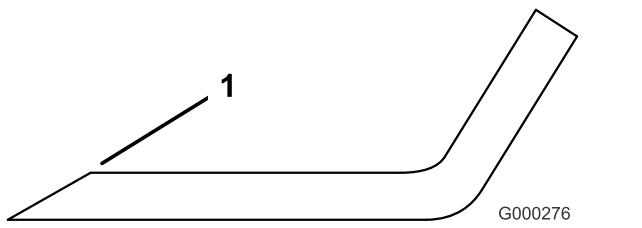

Figura 29
3. Esaminate i taglienti di tutte le lame, e affilateli se fossero ottusi o scheggiati. Affilate soltanto la parte superiore del tagliente e mantenete l'angolo di taglio originale per garantire l'affilatura (Figura 29). La lama rimane bilanciata soltanto se viene rimossa una quantità uguale di metallo da entrambi i taglienti.